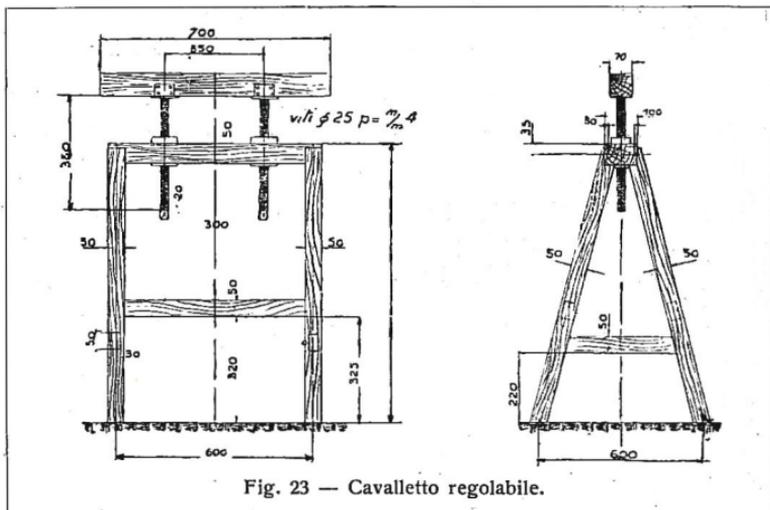

Fig. 23 — Cavalletto regolabile.
N.1 cavalletto regolabile in altezza da porre sotto il castello motore in corrispondenza del nodo inferiore (fig. 23).